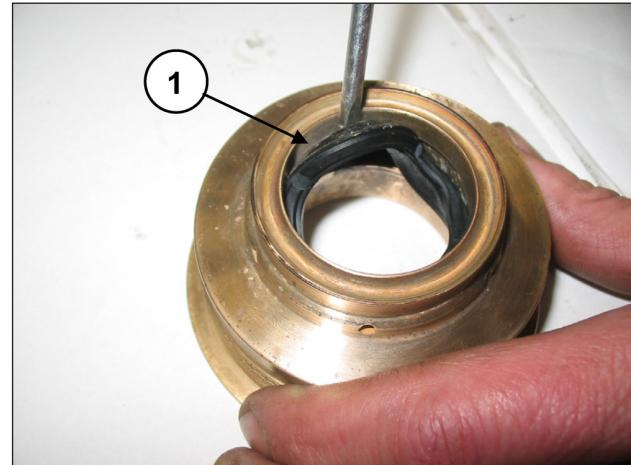

图 148
要拆除低压密封圈，必须使用厚度计或不会损坏密封圈底部的工具（位置①，图 148）。